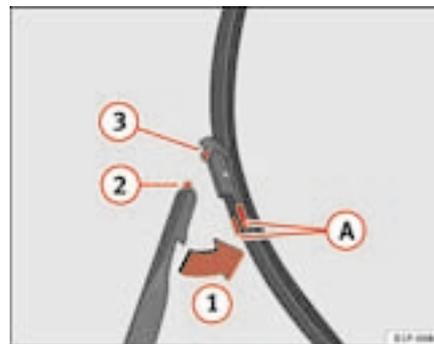

Fig. 145 Substituição das escovas do limpa-vidros
- Prima as teclas laterais  e solte a escova deslocando-a no sentido da seta  ⇒ fig. 145. ▶
⇒ página 217, fig. 145.
- Desloque a escova para o braço no sentido contrário ao da seta **1**, até ouvir um clique ⇒ página 217, fig. 145.